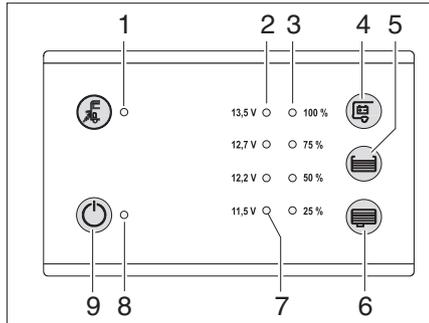

Fig. 70 Panneau de contrôle LT 100
- ▶ Toucher l'interrupteur principal 12 V MARCHE/ARRÊT (Fig. 70,9) du champ de boutons-poussoirs tactiles.
- ▶ Toucher le champ de boutons-poussoirs tactiles Interrogation de la tension de la batterie de cellule (Fig. 70,4) :
- ▶ Toucher le champ de boutons-poussoirs tactiles Interrogation niveau de remplissage du réservoir d'eau (Fig. 70,5) ou d'eaux usées (Fig. 70,6).